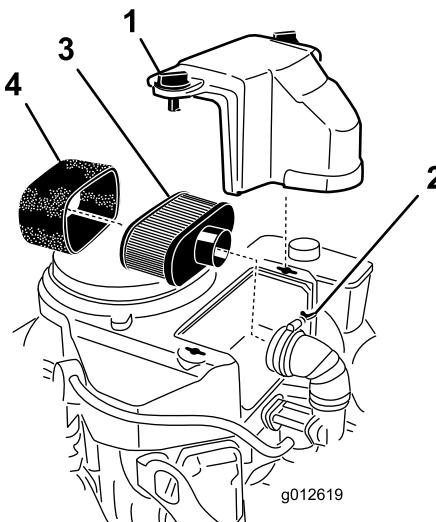

図 42
- エアクリーナを外したときエンジン内部に異物が入らないよう、周辺をきれいに拭く（図 42）。
- エア・クリーナのカバーのノブのねじをゆるめてカバーを外す（図 42）。
- エア・クリーナのホース・クランプをゆるめてエア・クリーナ・アセンブリを外す（図 42）。
- ペーパー・エレメントからスポンジ・エレメントを注意深く取り外す（図 42）。
1. ペーパー・エレメントを軽くたたいて、たまっているほこりを落とす。汚れがひどい場合には、新しいペーパー・エレメントに交換する（図 42）。
1. ペーパー・エレメントにスポンジ・エレメントを注意深く取り付ける（図 42）。
2. エア・クリーナのベース、またはホース、にエア・クリーナ・アセンブリを取り付けて固定する（図 42）。
3. エア・クリーナのカバーを取り付け、ノブを締め付けて固定する（図 42）。